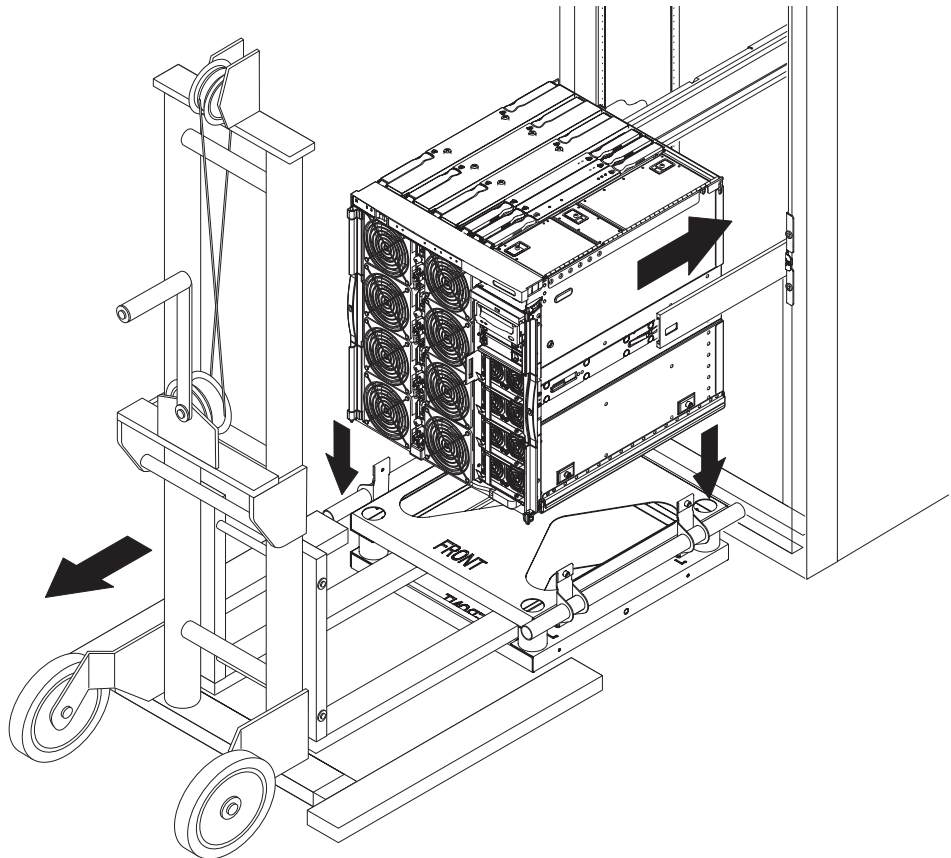

ABBILDUNG 1-12 Entfernen des Versandgestells
10. Lassen Sie nun das Versandgestell mit dem Hubgerät herunter (ABBILDUNG 1-12).